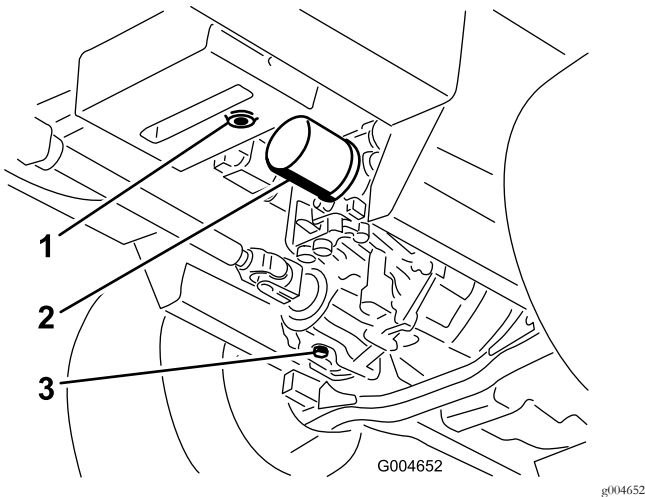

Bild 62
3. Stellen Sie eine große Wanne unter den Hydraulikbehälter und das Getriebe und nehmen Sie die Schrauben ab. Lassen Sie die Hydraulikflüssigkeit ablaufen (Bild 62).
4. Reinigen Sie den Bereich um den Hydraulikölfilter und nehmen Sie den Filter ab (Bild 62).